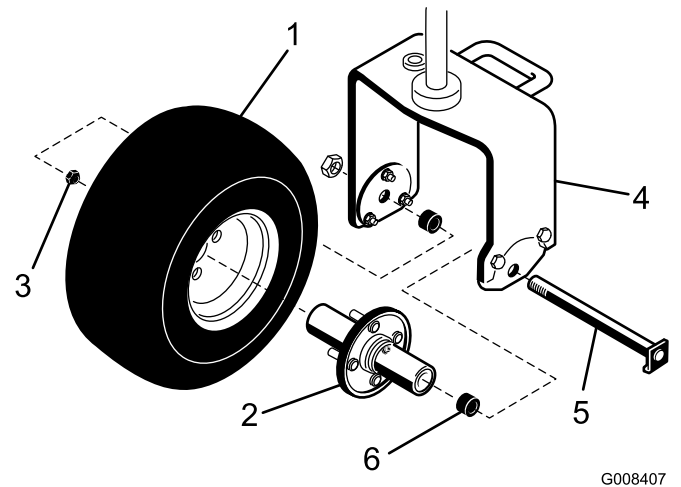

Figura 3
1. Coloque o cubo da roda no anel da roda traseira com 4 porcas de montagem (Figura 3). Aperte a porca com uma força de aperto de 95-122 Nm.
2. Retire o parafuso e porca de bloqueio dos furos de montagem da roda na forquilha da roda traseira (Figura 3).
5. Posicione a dobra da cabeça do parafuso da roda sob a extremidade inferior da placa adaptadora (Figura 3). Monte e aperte a porca de bloqueio para prender a roda à forquilha da roda. Não aperte demasiado a porca de aperto, uma vez que a roda tem de rodar livremente.